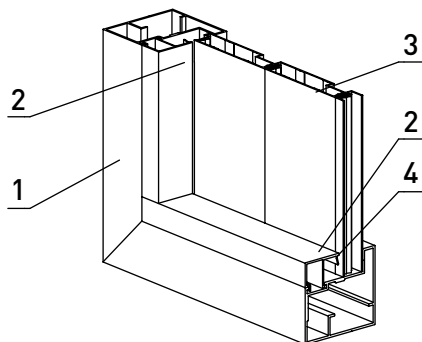

Рис. 30. Установка штапика **FLGU.400.0302**, **FLGU.400.0304** с уплотнителем **FRK12**
1. По контуру установить штапики **2** совместно с уплотнителем **4** (рис. 30).